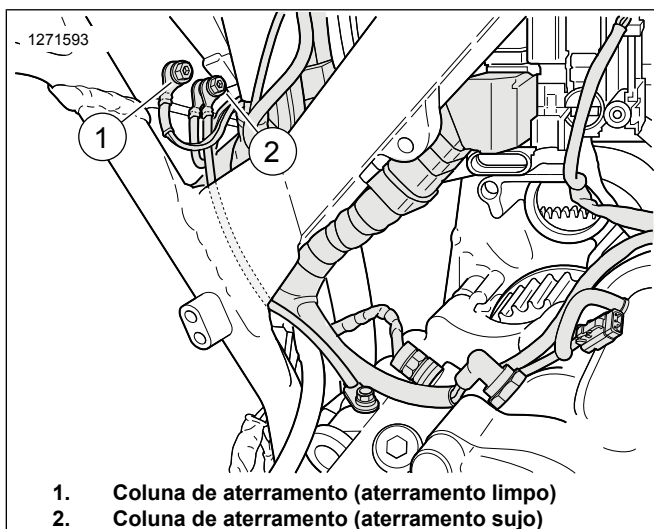

Figura 42. Localizações da coluna de aterramento na caixa de bateria
Veja Figura 42 . Oriente e conecte o fio de ligação terra do ATM na coluna de aterramento **limpo** (1). Aperte.